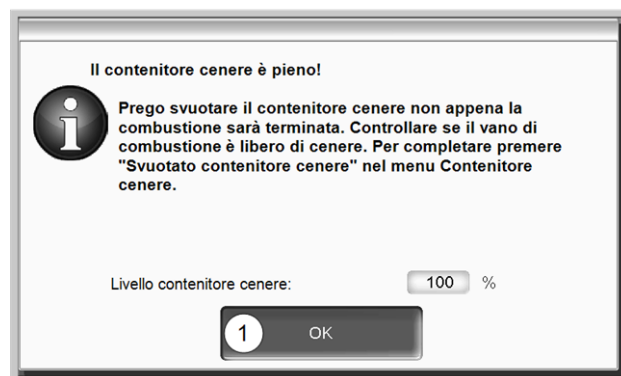

Abb. 2-53_14_051b
- ▶ Confermare l'avviso sul display con **OK**. 1> Abb. 2-53